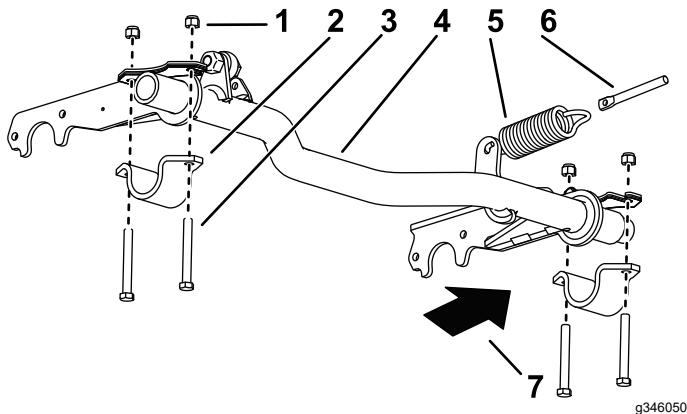

Figura 5
1. Conectai arcul de extensie la pârghia arcului de pe tubul pivotant i la tija arcului (Figura 5).
2. Instalai fără a strânge suportul tubului pivotant pe partea dreaptă (Figura 5).
3. Glisai partea dreaptă a tubului pivotant în suportul tubului pivotant din partea dreaptă (Figura 5).
5. Ridicai partea stângă a tubului pivotant pe cadru i instalai-l cu un suport pentru tub pivotant, 2 uruburi ($\frac{3}{8} \times 3$ ") i 2 contrapiulie ($\frac{3}{8}$ ") (Figura 5).